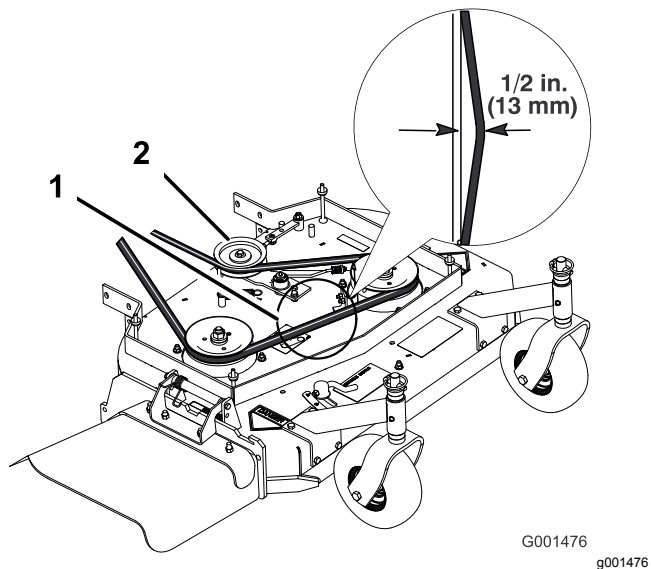

Figura 44
**Nota:** La tensión correcta de la correa del cortacésped es de 44-67 N·m (10-15 pies-libra) con la correa desviada 13 mm (1/2") en el punto intermedio entre las poleas (Figura 44).
3. Afloje la contratuerca del tensor (Figura 44).
4. Gire el tensor hacia la parte trasera del cortacésped para aumentar la tensión de la correa. Gire el tensor hacia la parte delantera del cortacésped para reducir la tensión de la correa (Figura 44).